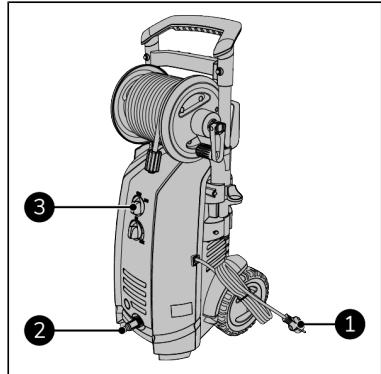

Abbildung 52.
2. Stellen Sie sicher, dass sich der Schalter EIN(I)/AUS(0) (Abbildung 52, Pos. 3) in der Position AUS(0) befindet.
3. Schrauben Sie den Wasserzulauf (inklusive Filter) auf das Gewinde an der Vorderseite der Maschine (Abbildung 52, Pos. 2).
4. Stecken Sie den Netzstecker (Abbildung 52, Pos. 1) in eine leicht zugängliche geerdete Steckdose.
5. Schließen Sie die Wasserversorgung an das Gerät an (Abbildung 52, Pos. 2).